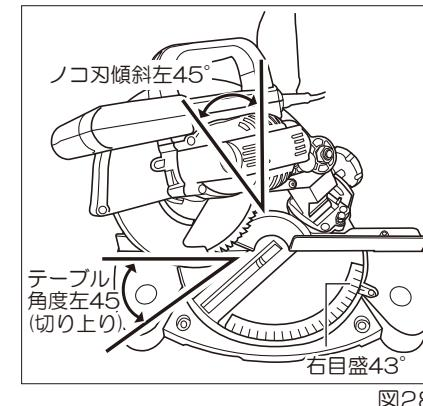

図28
- ・傾斜角度45度の切斷では、テーブルの角度を右目盛り43度(約)の位置に合わせて固定してください。(図28参照)